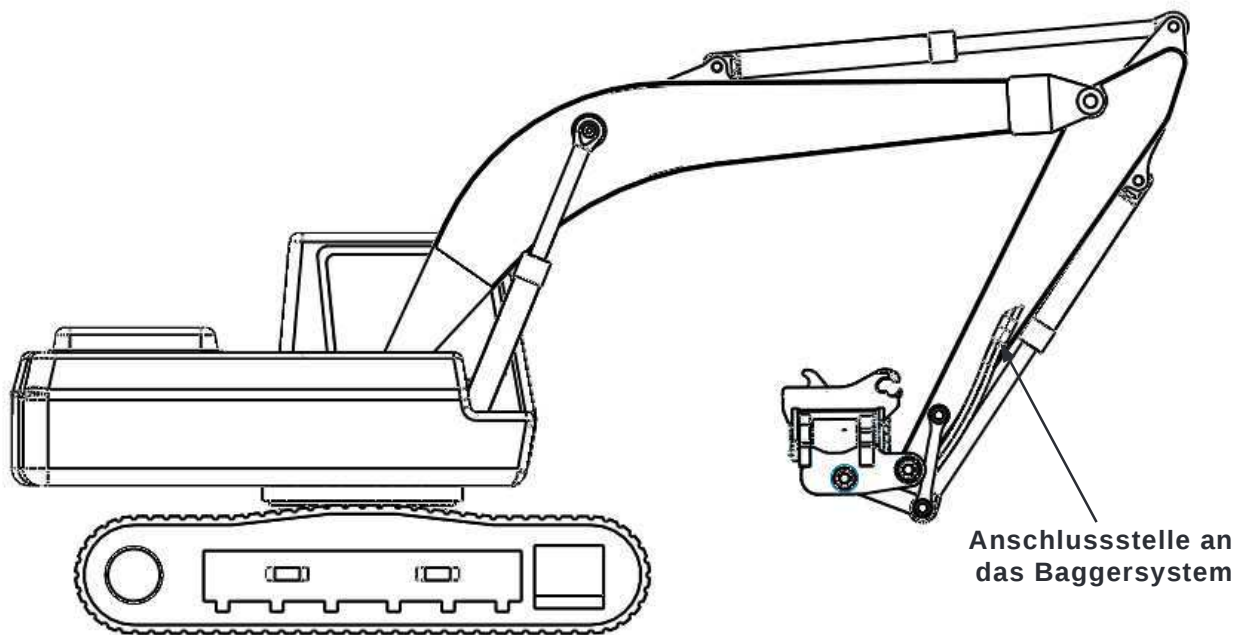

Abbildung 1: Stielpositionen für den Spülvorgang – Umgedrehter PowerTilt
2. Drehen Sie den PowerTilt ein (fahren Sie den Stielzylinder aus) und verlagern Sie sowohl den Lölstiel als auch den Hauptausleger, bis der PowerTilt sich etwa in der in Abb. 1 unten dargestellten Position (komplett umgedreht, wobei die PowerTilt-Anschlüsse nach unten zeigen) und in einem geeigneten Abstand vom Boden befindet.
6. Machen Sie den Schlauch auskündig, der den Anschluss P1 des PowerTilt mit der Hydraulikanlage des Baggers verbindet. Treffen Sie Vorbereitungen, um austretende Hydraulikflüssigkeit aufzufangen und lösen Sie dann die Verbindung am Schlauch des Baggers oder an der Anschlussstelle zur Verrohrung ein wenig (Abb. 1), um den verbliebenen Druck abzulassen. Trennen Sie anschließend den Schlauch vorsichtig.